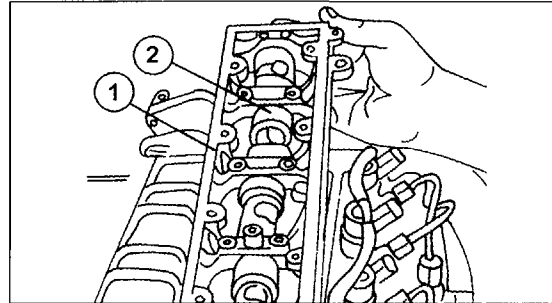

Bild 69
Bild 68 zeigt ein Montagebild des Zylinderkopfes eines Sofim-Motors. Falls der Kopf vollkommen zerlegt werden soll, kann man alle Teile entsprechend der Abbildungen abmontieren. Bild 69 zeigt, wie das Nockenwellengehäuse beim 2.0-Liter-Motor heruntergezogen wird. Nochmals müssen wir erwähnen, dass nicht alle Zylinderköpfe die gleichen Teile haben, jedoch zum Zweck dieser Beschreibung werden die gezeigten Einzelteile ausreichen.
- Das Nockenwellengehäuse abschrauben, wie es in Kapitel 2.8.2 beschrieben ist und die Nockenwelle herausheben. Den Dichtring ausbauen. Er muss immer erneuert werden. Bild 69 zeigt, wie das Nocken-